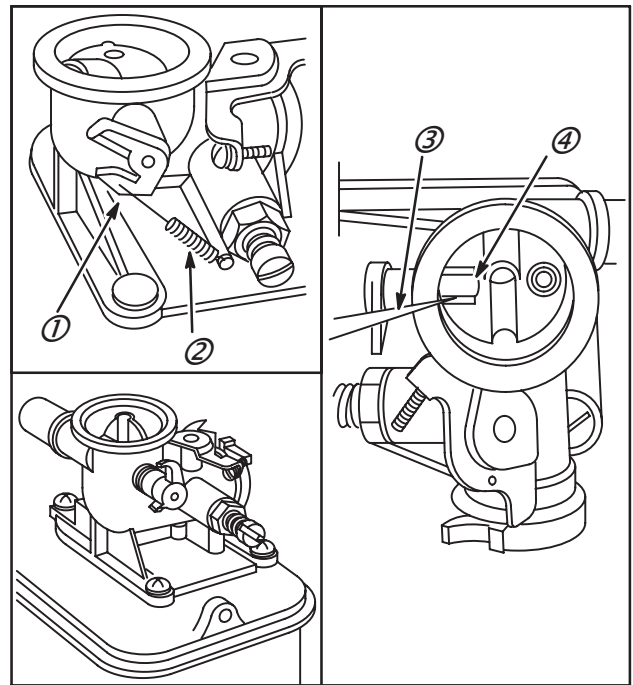

Fig. 30
1. Pour déposer les pièces du starter, déposer d'abord le ressort de rappel de starter (2) (si utilisé) du levier (1) Fig. 30.
2. Ensuite, extraire sur le côté l'axe en nylon (4) afin de séparer l'axe du volet.